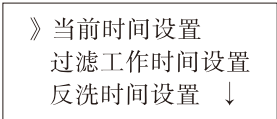
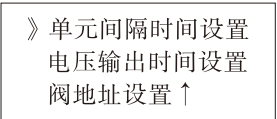
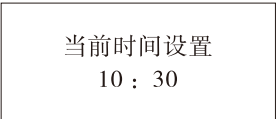

图6-1
图6-2
图7
在工作状态界面确认键盘解锁，按  键进入前台菜单，显示如图6-1、图6-2下拉式菜单，按  或  键选择所需设置参数，按  键进入图7~图12的参数设置界面，可对出厂默认值进行修改，操作方法与后台参数设置类同。
- a) 当前时间设置，如图7所示。当前时间小时数值闪烁显示，按  或  键设置需要的小时数值。按  键，当前时间分钟数值闪烁显示，按  或  键设置需要的分钟数值。再按  键保存所设置内容并返回至菜单；如果按  键不保存所设置内容并返回至菜单；停电超过3天，来电后12:12将持续闪烁，需重设当前时间。